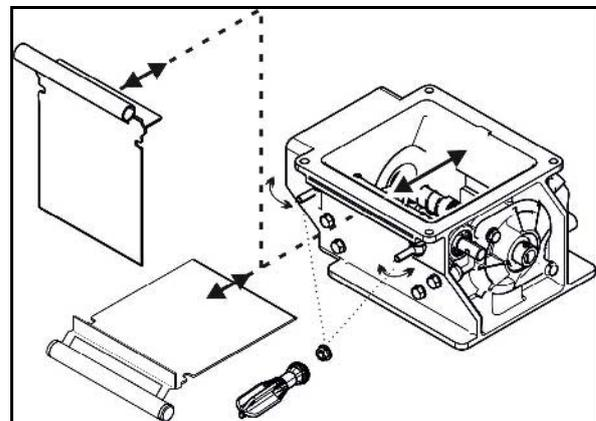

Fig. 96
7. Schließen Sie den Gehäusedeckel (Fig. 96/1).